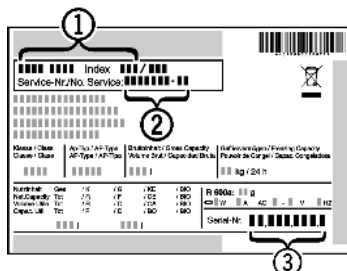

Fig. 14
▶ Gerätebezeichnung Fig. 14 (1), Service-Nr. Fig. 14 (2) und Serial-Nr. Fig. 14 (3) vom Typenschild ablesen. Das Typenschild befindet sich an der linken Geräteinnenseite.
- ▶ Den Kundendienst benachrichtigen und den Fehler, Gerätebezeichnung Fig. 14 (1), Service-Nr. Fig. 14 (2) und Serial-Nr. Fig. 14 (3) mitteilen.